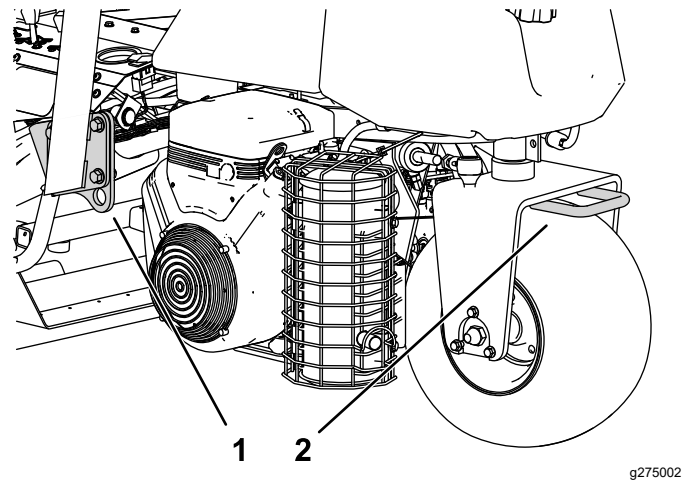

Bild 25
- Befestigen Sie die Maschine sicher mit Gurten, Ketten, Kabeln oder Seilen. Die vorderen und hinteren Gurte sollten nach unten und außerhalb der Maschine verlaufen (Bild 25).